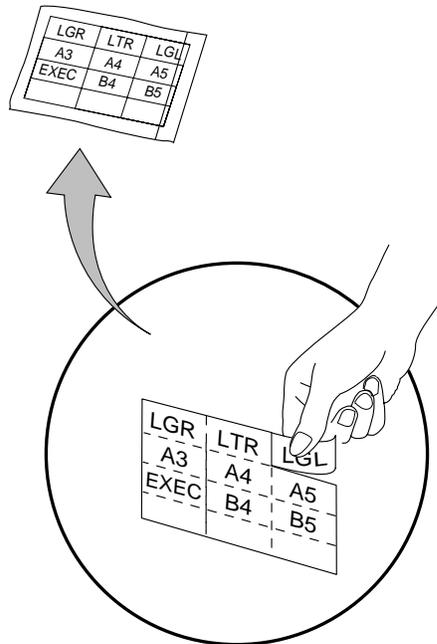

Abbildung 2-65 Kärtchen für Papierformat
2. Trennen Sie die Kärtchen ab, die die Papierformat der Fächer anzeigen. Siehe Abbildung 2-65.